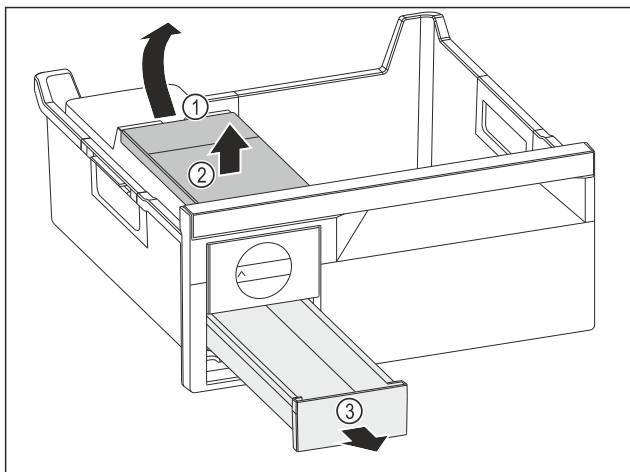

Fig. 142
- Odstranjevanje rezervoarja za vodo: Dvignite rezervoar za vodo za izrez Fig. 142 (1).
- Rezervoar za vodo Fig. 142 (2) dvignite in odstranite.
- Predal za ledene kocke Fig. 142 (3) povlecite naprej in odstranite.